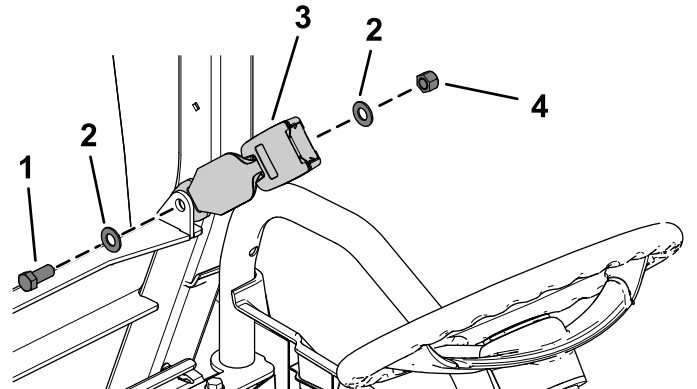

Bild 27
1. Befestigen Sie einen Sitzriegel mit einer Sechskantschraube (7/16" x 1"), zwei Flachscheiben (7/16") und einer Sicherungsmutter (7/16"), wie in Bild 27 abgebildet.